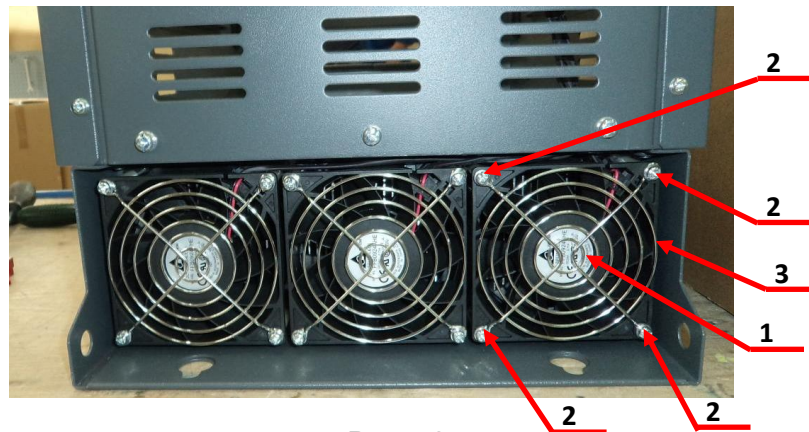

Рис.7.26
- 7.7.3. Установит вентилятор поз.1 и закрепить его вместе с защитной решёткой поз.3 винтами поз.2 (рисунок 7.26).